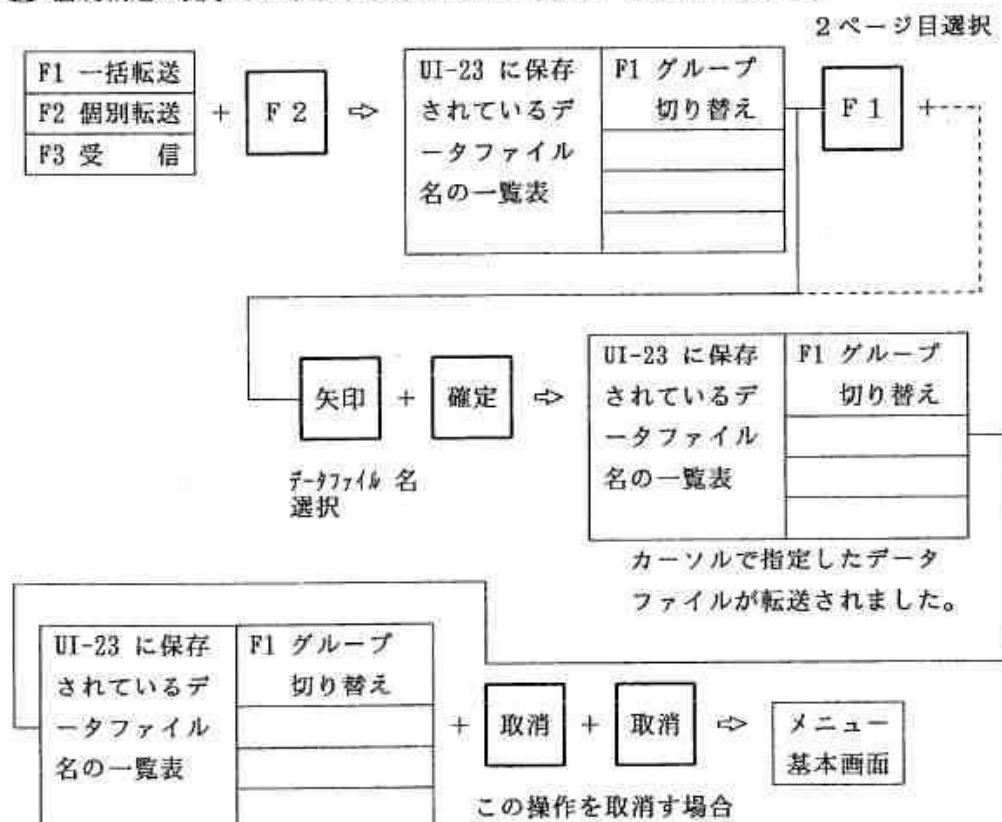

図 6.2.11 個別送信の操作方法
- ① 選択キー [F 2] を 1 回押すと表示器の探傷图形表示エリアに UI-23 に保存されているデータファイル名の一覧が表示され、メニューエリアには図 6.2.11 に示す選択メニューが表示されます。
- ② 矢印キーで転送したいデータファイル名にカーソルを合わせます。UI-23 には 100 個のデータが保存できますが、一回に表示されるデータファイルの数は 50 個です。